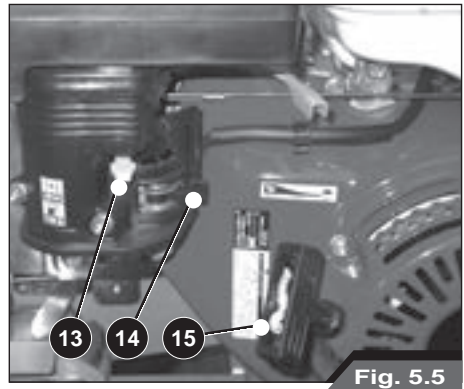

Fig. 5.5
- Przesunąć pokrętkę sterowania gazem (5) do połowy.
- Przygotować kosiarkę bijakową do rozruchu, działając na dźwignię rozrusznika (13) w przypadku silników benzynowych. Dźwignia przepływu paliwa ON/OFF (14) umożliwi przepływ paliwa lub odcina go (Rys. 5.5). Zajrzeć do instrukcji obsługi i konserwacji silnika.